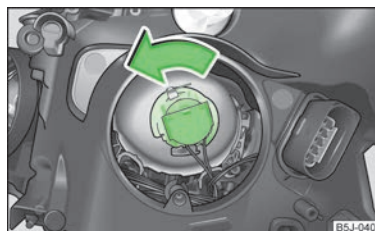

Fig. 145
- Rotiți până la refuz conectorul împreună cu becul cu incandescență în sens anti-orar și extrageți-l » fig. 145.